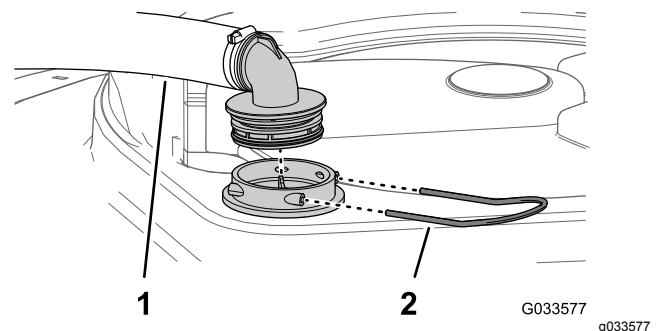

Figure 46
2. Au sommet de la cuve du pulvérisateur, retirez l'étrier qui fixe le raccord de flexible sur le grand flexible et le logement du filtre (Figure 46).
3. Retirez le flexible et le raccord du logement du filtre (Figure 46).